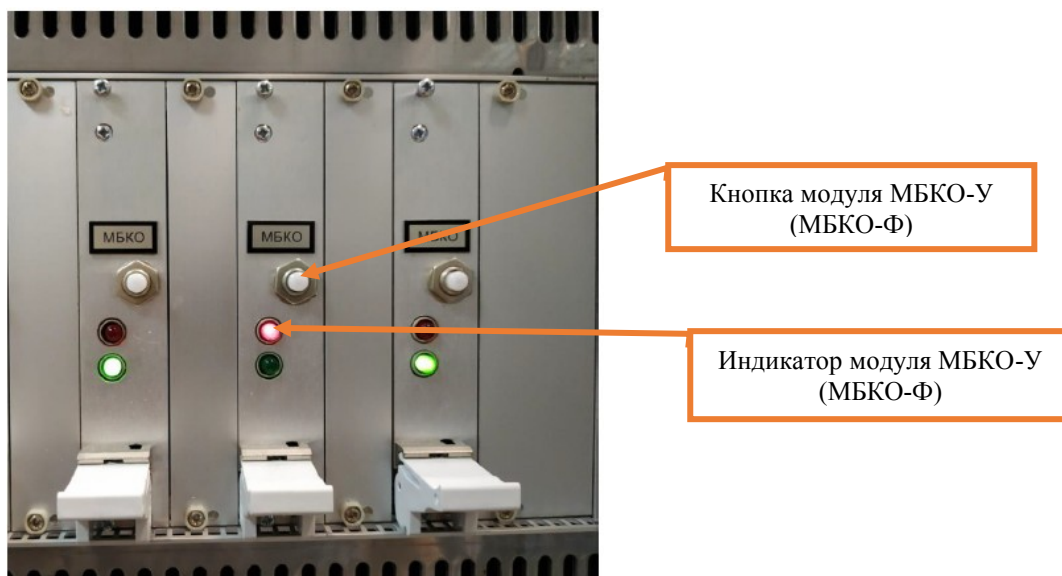

Рисунок 21. Индикация модуля МБКО-У (МБКО-Ф).
7.5.8 Убедиться, что индикатор на лицевой панели модуля МБКО-У (МБКО-Ф) светит красным цветом (Рисунок 21).
7.5.9 Нажать кнопку на новом модуле МБКО-У (МБКО-Ф) (Рисунок 21).